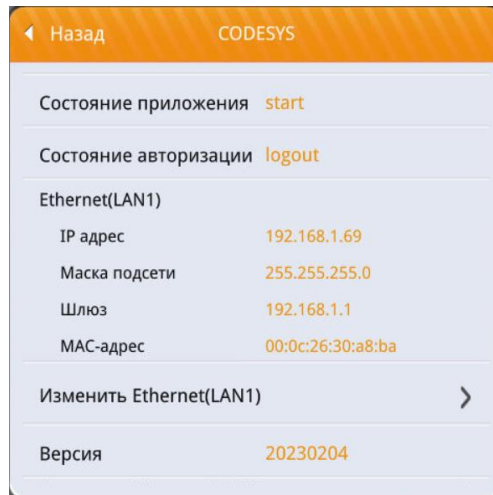

Рисунок 4.5 – Окно «Codesys»
3.3. Перейти на вкладку «Codesys» (рисунок 4.5) и промотать информацию вниз нажать на кнопку «Изменить Ethernet(LAN1)».